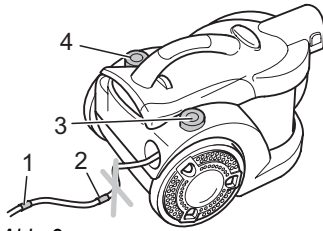

Abb. 9
2. Ziehen Sie das Stromkabel am Stecker bis zur gelben Markierung (Abb. 9/1) heraus.
Gefahr eines elektrischen Schlags! Falls die rote Markierung (Abb. 9/2) sichtbar ist, ziehen Sie das Stromkabel mithilfe der Kabelaufrolltaste (Abb. 9/3) wieder bis zur gelben Markierung ein. Anderenfalls kann das Stromkabel abreißen.
4. Schalten Sie den Bodenstaubsauger am Ein-/Aus-Schalter (Abb. 9/4) ein.